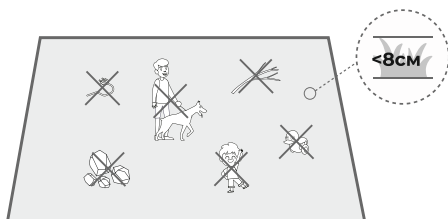

Рис. 3
2) Уберите высокую траву. Перед использованием роботизированной газонокосилки подстригите газон на высоту не более 8 см (3,15 дюйма для американских моделей). В целях безопасности, пожалуйста, следите за тем, чтобы на газоне не было детей и домашних животных (рис. 3).